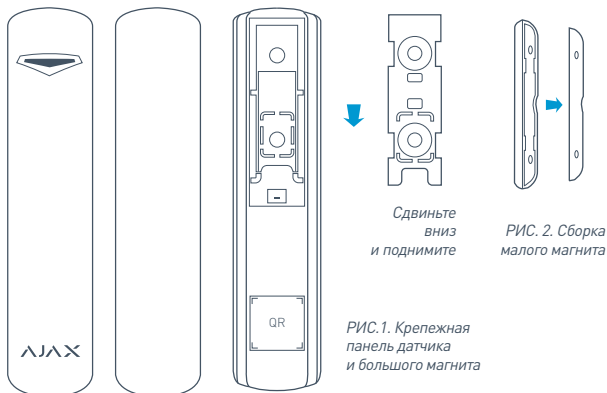

РИС.1. Крепежная панель датчика и большого магнита
5.1 Для монтажа датчика и большого магнита подденьте пластиковую крепежную панель SmartBracket пальцем (РИС. 1), сдвиньте ее вдоль корпуса вниз и снимите. Для монтажа малого магнита извлеките его крепежную панель из корпуса, поддев отверткой (РИС. 2).